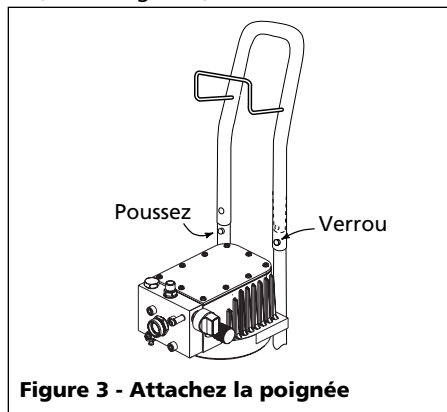

Figure 3 - Attachez la poignée
- Glissez la poignée sur le chariot en enfonçant les mousquetons de retenue tout en poussant la poignée en place. Assurez-vous de vérifier que les mousquetons de retenue se verrouillent bien dans les trous. Le support de flexibles devrait être face à la pompe (Voir la Figure 3).